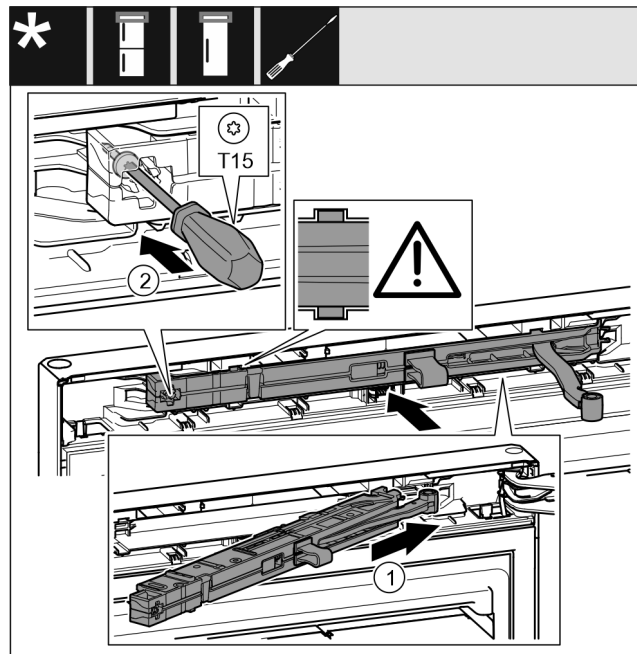

Fig. 71
- ▶ 将托架侧面的关门阻尼单元 Fig. 71 (1) 倾斜插入凹槽直至止挡装置。
- ▶ 用螺丝刀拧紧螺钉 Fig. 71 (2)。